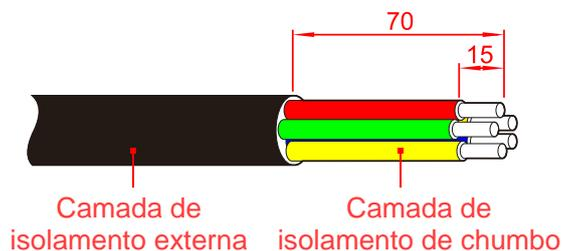

Figura 3-23 Desencape o fio de saída de CA (unidade: mm)
- Etapa 1 Remova a camada de isolamento externa do cabo CA por cerca de 70 mm, remova a camada de isolamento dos fios internos por cerca de 15 mm, conforme mostrado na Figura 3-23.